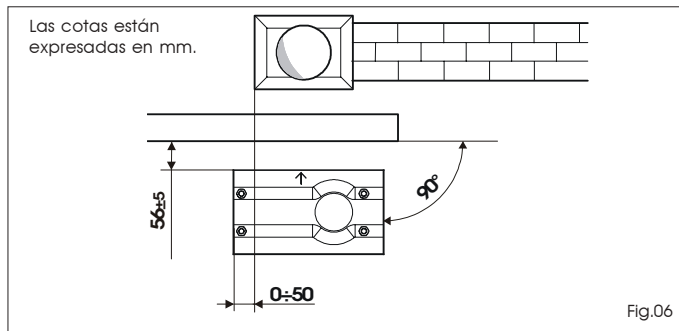

Fig.06
- 2- Para garantizar el correcto acoplamiento entre el piñón y la cremallera, la placa de cimentación debe estar posicionada como se indica en la Fig. 05 (cierre derecho) o Fig. 06 (cierre izquierdo).